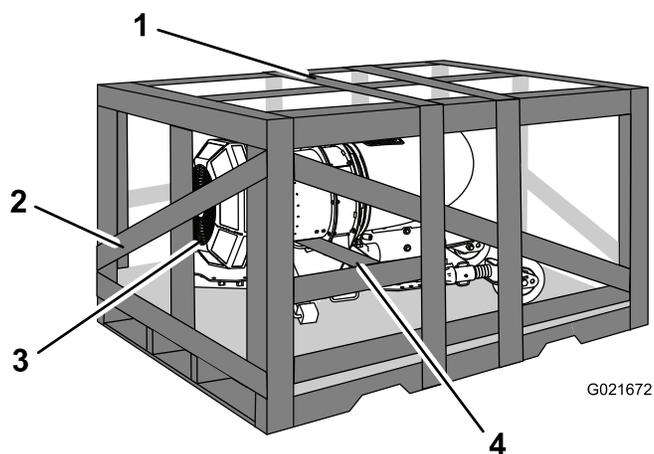

図 3
1. 木箱の上部を取り外す（図 3）。
2. 木箱の端面（ブローの上部側の面）を取り外す（図 3）。
3. ブローハウジングの下についているボードを取り外す（図 3）。